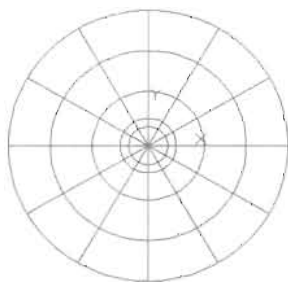

图 13-131
- (2) 使用 Line（直线）命令，捕捉圆心为起点，半径为 50 的圆形上的象限点为端点，绘制一条长度为 50mm 的直线。
- (3) 单击“修改”工具栏中的“环形阵列”按钮 ，阵列复制 A 直线，如图 13-131 所示，命令执行过程如下。